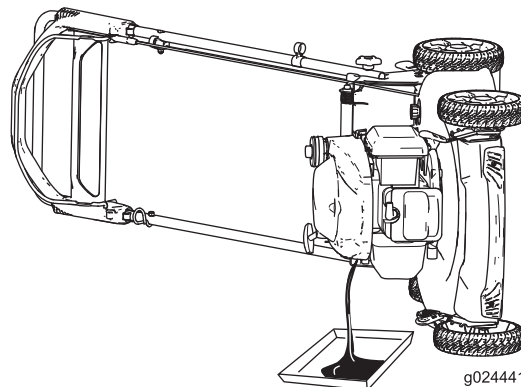

Figure 23
4. Inclinez la machine sur le côté (jauge en bas) pour vidanger l'huile usagée par le goulot de remplissage (Figure 23).